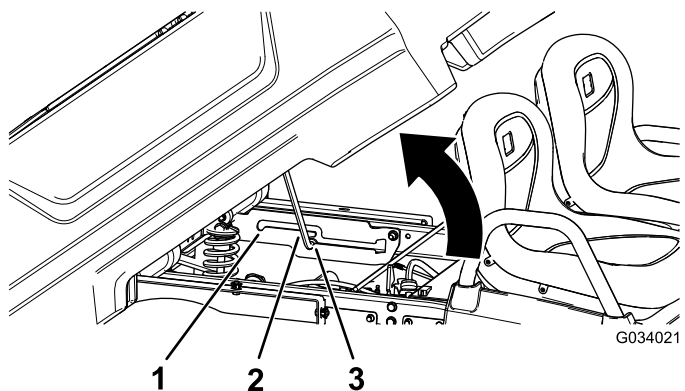

Figura 20
2. Trageți tija de susținere în fanta de declanșare a poziției de descărcare pentru a fixa platforma pentru descărcare (Figura 20).
2. Trageți tija de susținere în fanta de declanșare a poziției de service pentru a fixa platforma pentru lucrări de întreținere (Figura 20).
2. Scoateți tija de susținere din fanta de declanșare (Figura 20).